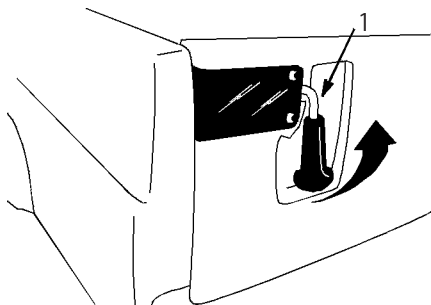

図25
1. テールゲートを開くには、ラッチを上に戻す（図25）。スプリングの働きでラッチは内側に飛び出してくるので、注意しながらテールゲートを降ろす。